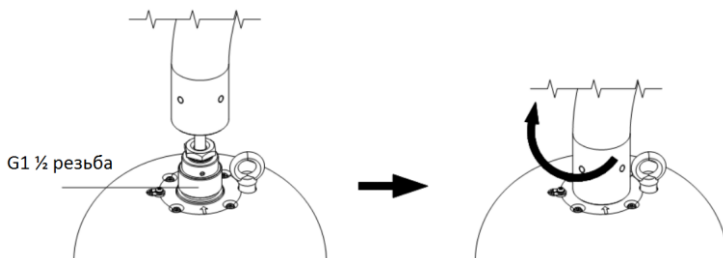

Рисунок 2-3 Установка кронштейна
3. Проложите кабели через кронштейн. Обмотайте G1 ½ резьбу ФУМ лентой, совместите камеру и кронштейн и вращайте по часовой стрелке, пока камера не будет надёжно закреплена (рисунок 2-3).